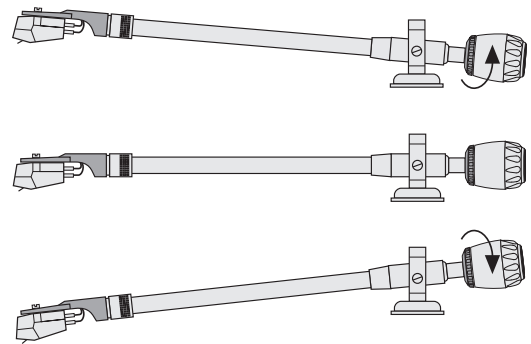

Abb. 5: Tonarm ausbalancieren
- 4 Führen Sie den Tonarm seitlich mit der linken Hand, damit die Nadel nicht am Plattenteller anstößt. Verdrehen Sie mit der rechten Hand das Gegengewicht so, dass der Tonarm genau waagrecht stehen bleibt und nicht nach oben oder unten schwingt (Abb. 5).